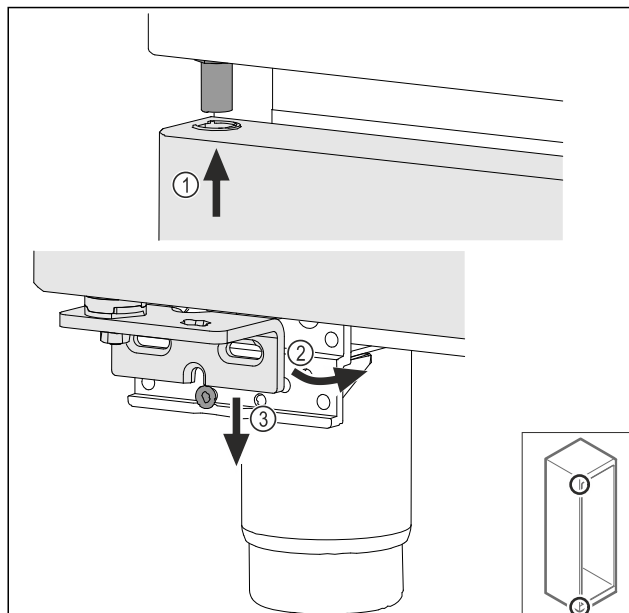

Fig. 69
- Introducir la puerta ligeramente inclinada en la parte superior Fig. 69 (1), alinear la puerta para que quede recta Fig. 69 (2) y colocarla en la parte inferior del tornillo de soporte de cojinetes Fig. 69 (3).